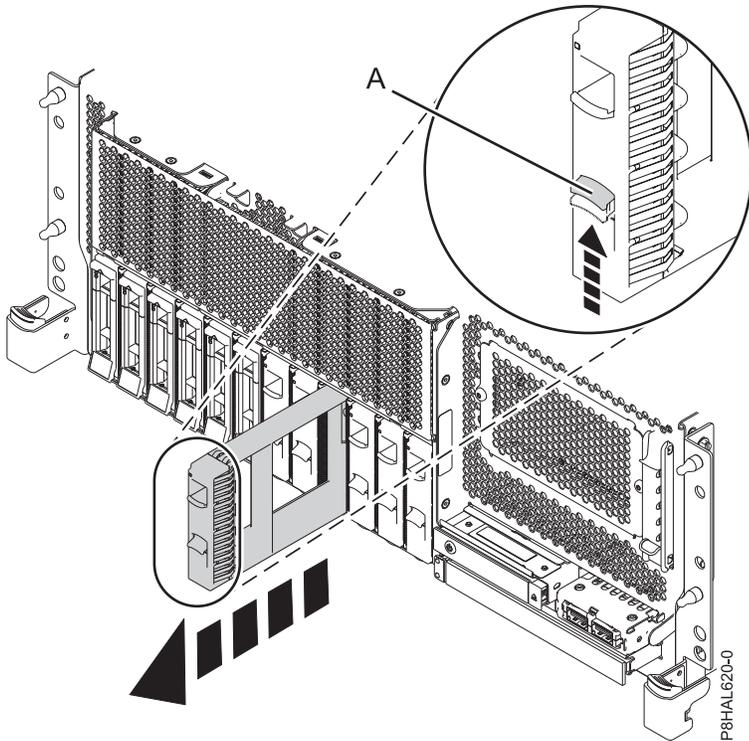

Abbildung 33. Plattenlaufwerk-Platzhalterelement ausbauen - Einschubsystem mit Basisfunktionen
- a. Schieben Sie die Sperre **(A)** am Griff des Platzhalterelements in die in Abb. 33 auf Seite 40 gezeigte Richtung.